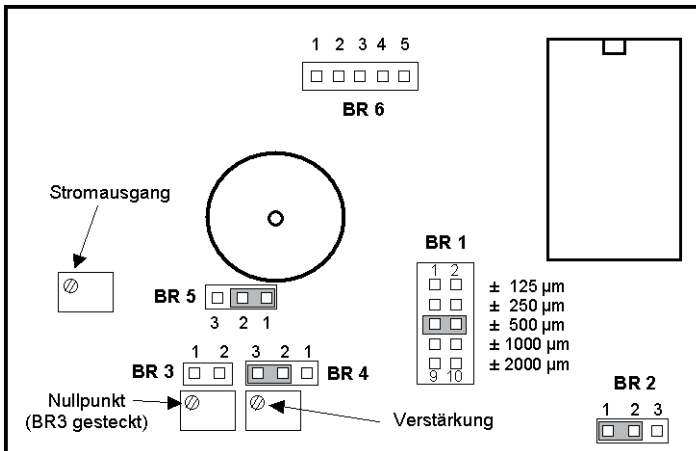

Abb. 3
Der Abgleich erfolgt über das Potentiometer, das in Abb. 3 mit "Verstärkung" bezeichnet wird. Für den Abgleich sind zwei kalibrierte Endmaße als Maßverkörperung erforderlich.
2. Platinenteil des 1901/TA entsprechend dem Bestückungsplan (Abb. 3) anordnen.
3. Ausgangsspannung U_a mit dem Potentiometer „Verstärkung“ (s. Abb. 3) auf $U_a = 10 \text{ V} / 250 \text{ }\mu\text{m} * 100 \text{ }\mu\text{m} = 4 \text{ V}$ einstellen.